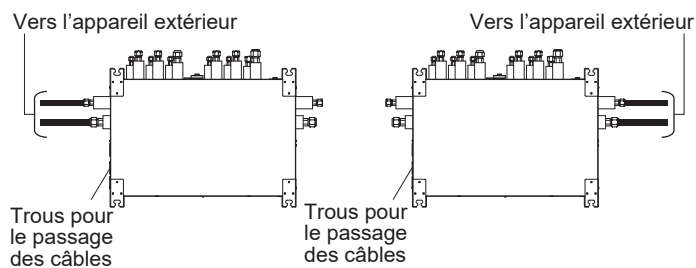

Fig. 4-4
- Raccordez les tuyaux de connexion de l'appareil extérieur aux ports de connexion des tuyaux principaux de chaque côté du Boîtier de dérivation, selon les conditions de raccordement, comme par exemple l'emplacement d'installation de l'appareil extérieur. (Fig. 4-4)